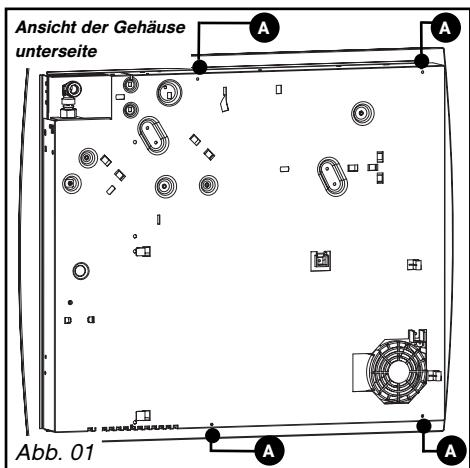
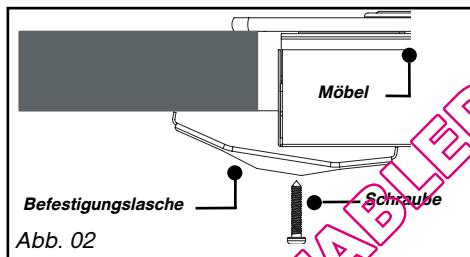

Abb. 01 **A** Befestigungsbohrungen
Abb. 02
– Wenn Sie wollen, können Sie Ihr Kochfeld mit den mitgelieferten Befestigungslaschen mit den dazugehörigen vier Schrauben an den Ecken des Gehäuses befestigen (Abb. 02). **Unbedingt die dafür vorgesehenen Bohrungen gemäß obenstehender Abbildung nutzen (Abb. 01).**